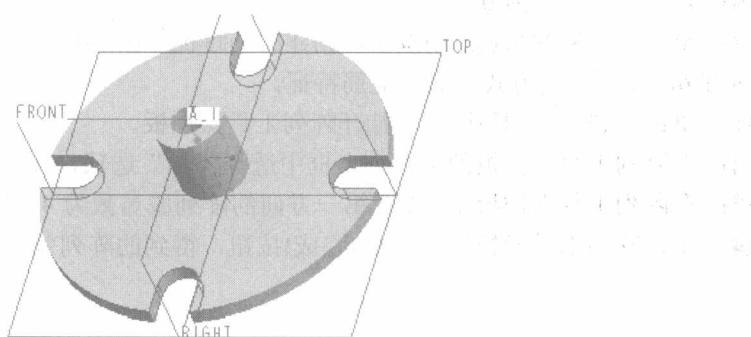

图 1-12 阵列效果
- (4) 单击阵列工具操控板中的 $\checkmark$ (完成)按钮，得到的阵列效果如图 1-12 所示。